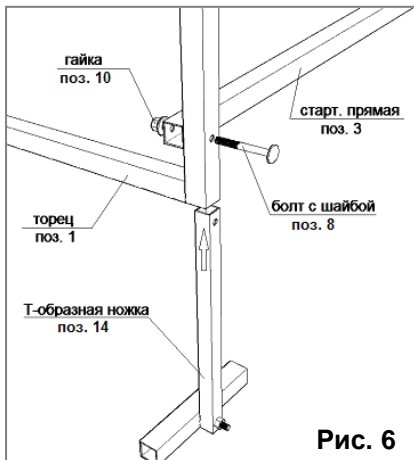

Рис. 6
5.2.2. Соедините болтами 6×50 мм собранный торец со стартовыми прямыми при этом закрепив ножки в нижней части торца согласно просверленным отверстиям (рис. 6).